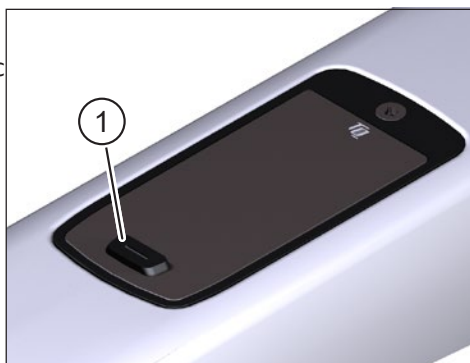
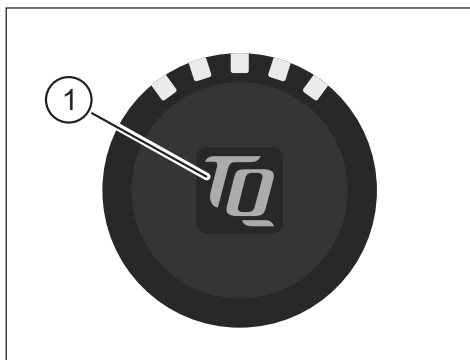

Fig. 1: Wyświetlacz
Fig. 2: Wyświetlacz Bar End
- ▶ Włącz jednostkę napędową, naciskając **krótko** przycisk na wyświetlaczu centralnym (pozycja 1 na rys. 1) lub wyświetlaczu na końcu kierownicy (pozycja 1 na rys. 2).
- ▶ Wyłącz jednostkę napędową, naciskając i przytrzymując przycisk na wyświetlaczu centralnym (pozycja 1 na rys. 1) lub na końcu kierownicy (pozycja 1 na rys. 2).